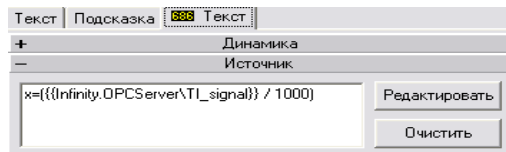

Рис. 9.113 Настройка отображения сигнала телеизмерения
34.Настройте объекты “Значение параметра” (кнопка , находящаяся в правой нижней части окна редактора) как показано на Рис. 9.113 и Рис. 4.